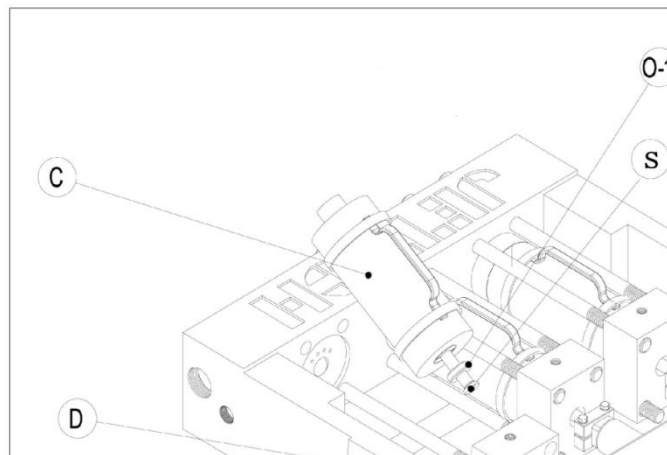

图 3
7) 一只手抓住填料函把手, 另一只手操纵柱塞的后端 ( S ) 穿出填料函压板 ( D ), 取出填料函 ( C )。( 见图 3 )